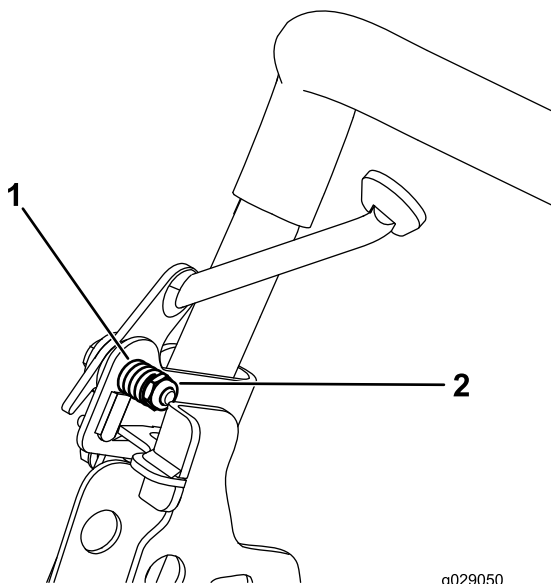

Figura 9
6. Apriete la tuerca del muelle del acelerador hasta que el muelle esté comprimido del todo, luego aflójela 1/2 vuelta. A ralentí alto, la palanca del acelerador no debe moverse; si se mueve, apriete un poco la tuerca del muelle del acelerador (Figura 9).